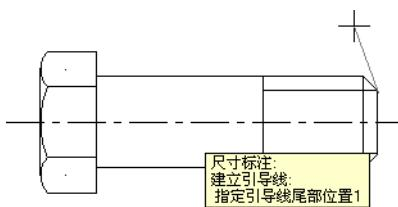

图 5-45 选取引导线的尾部位置 1
③ 根据系统提示“指定引导线的尾部位置 1”，移动光标在左上方合适的位置单击鼠标左键，结果如图 5-45 所示。